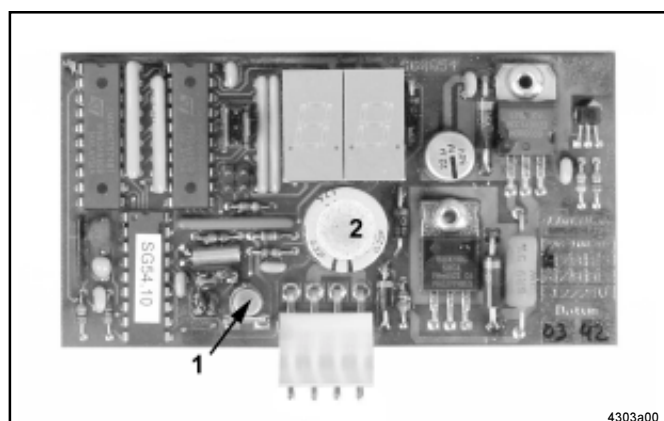

Abb. 15 - Steuerplatine 236-10028-1
- Da die Bremslichtspannung meist nur kurzfristig anliegt, ist ein Kondensator für die Zeitspeicherung nötig, siehe Abb. 15. Beim Bremsen lädt sich der Kondensator auf und steht als kontinuierliche Spannungsversorgung zur Erzeugung des betriebsabhängigen Signals zur Verfügung.
- Die Bereitschaftszeit ist der Zeitbereich, in dem die Steuerung Fahrbewegungen mit Hilfe des Erschütterungssensors 1 (Abb. 15) aufnimmt.